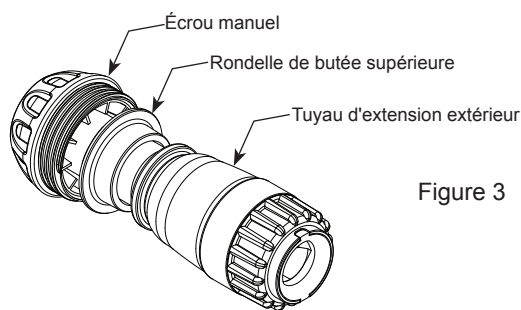

Figure 3
2. Retirez l'écrou manuel, le moteur et la rondelle de butée supérieure du boîtier (Voir la Figure 3).